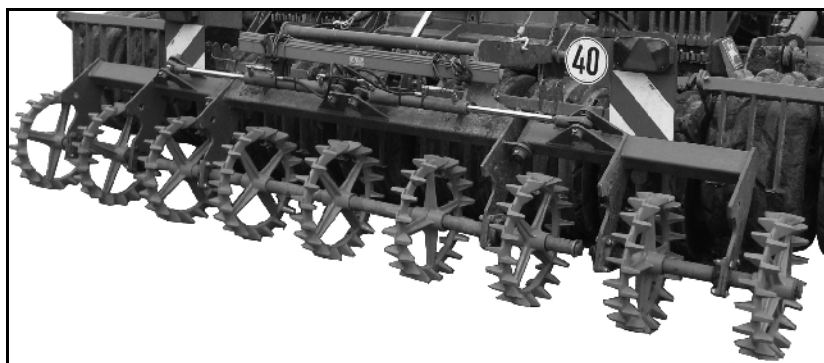

Рис. 44
**Прицепные устройства Crosskill для тяжелой почвы (Рис. 44)**